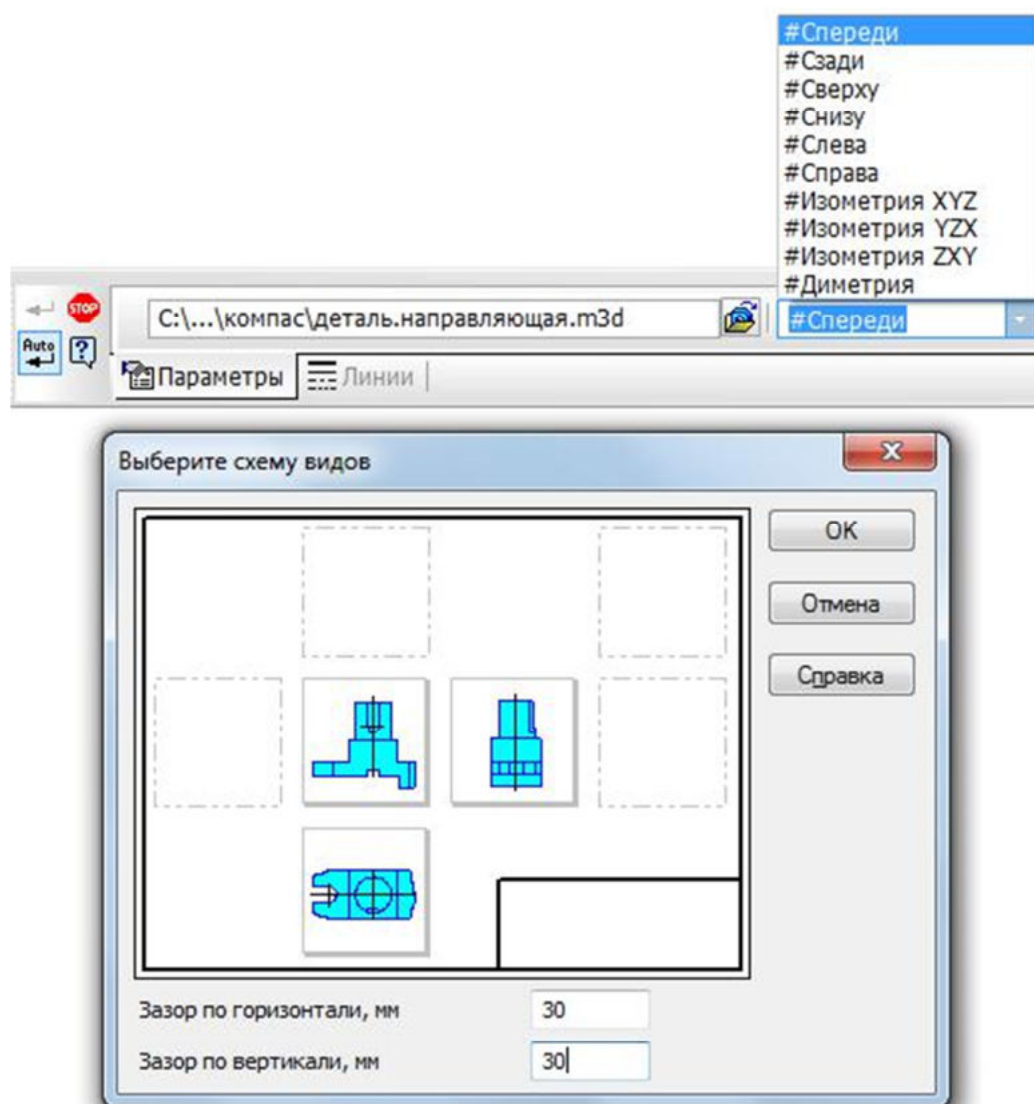

Рис. 19
- на панели Свойств на вкладке Параметры настройте параметры стандартных видов. Выберите ориентацию главного вида – Спереди (рис. 19);
- в поля Зазор по горизонтали и Зазор по вертикали введите значение 30 мм (расстояние между видами) и нажмите ОК (рис. 19);